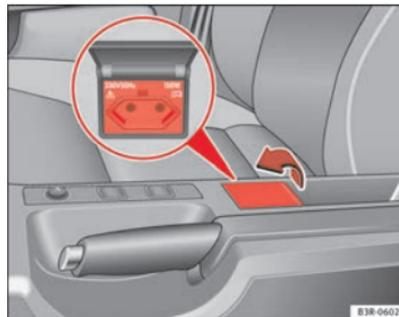

Fig. 126 Centro della console centrale: presa da 230 Volt.
- Alzare il coperchio per aprirlo ⇒ pag. 155, fig. 126.